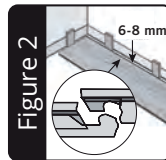

Figure 2
2. Die Verlegung sollte in einer Ecke begonnen werden (linksseitig) und mit der Nut zur Wand. Beachten Sie einen Randabstand von 6 mm, um Bewegungen des Unterbodens auszugleichen (Abbildung 2).
ANMERKUNG: Achten Sie beim Kürzen von RIGID CLICK Paneelen darauf, dass Sie immer die kurze Seite mit der Feder abschneiden (Abbildung 2). Das verbleibende Stück kann dann am anderen Raumeende verwendet werden um die Reihe abzuschliessen (Abbildung 8), sofern die Grundfläche dies zulässt.